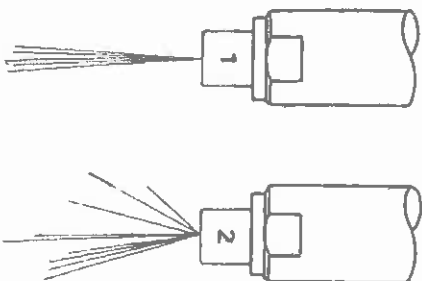

Fig. D 1
b) La forme du jet (fig. D 1) : 1. bon fonctionnement ; 2. mauvais fonctionnement.
b) Spray shape (fig. D 1) : 1. correct . 2. incorrect.